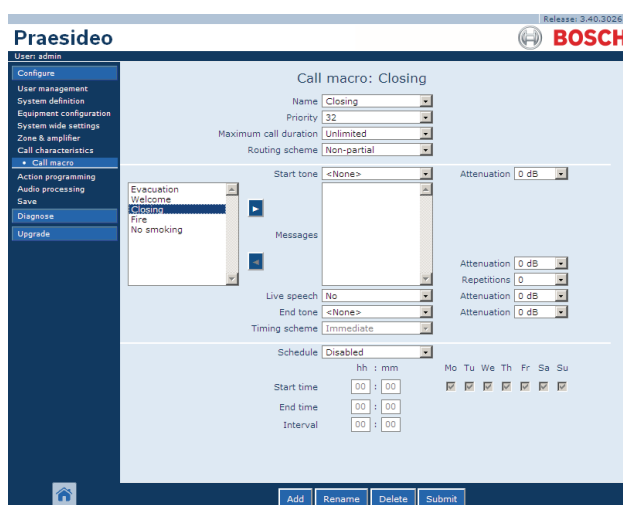

Abb. 46.5: Neues Ansagemakro erstellen, Schritt 4
- 4 Klicken Sie auf die Schaltfläche *OK*, um das Ansagemakro zur Liste der Ansagemakros des Systems hinzuzufügen. Im Mainframe der webbasierten Benutzeroberfläche erscheint ein Bildschirm, der dem in Abb. 46.5 ähnelt.